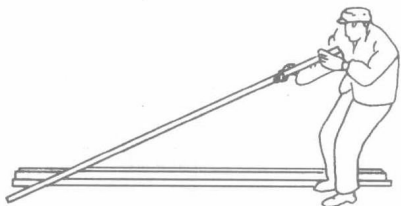

图 1-1 用目测法检查管子弯曲
(1) 目测法。目测法检查如图 1-1 所示。检查时将管子的一端抬起,抬起的高度以检查人的眼睛与管子的高、低端三点略成一条直线。检查者的头略低,一只眼睛微闭,用另一只眼睛从管子的高端瞄向低端,同时慢慢转动管子,若管子的外表面成一条直线时,这根管子就是直的;如见管子有一面凸起,则另一面必然凹下,这时,可用石笔在管子的弯曲部位画上标记。这种方法适用于检查较短的钢管。